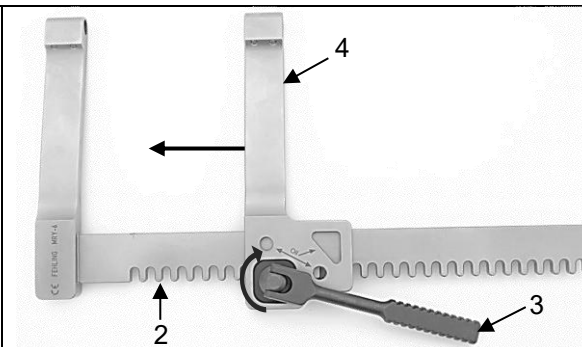

Fig. 17
Girando la palanca de accionamiento (3) en sentido horario, transporte el brazo móvil del separador (4) sobre la barra dentada (2) hacia el interior, en dirección al brazo fijo del separador (1) (fig. 17).